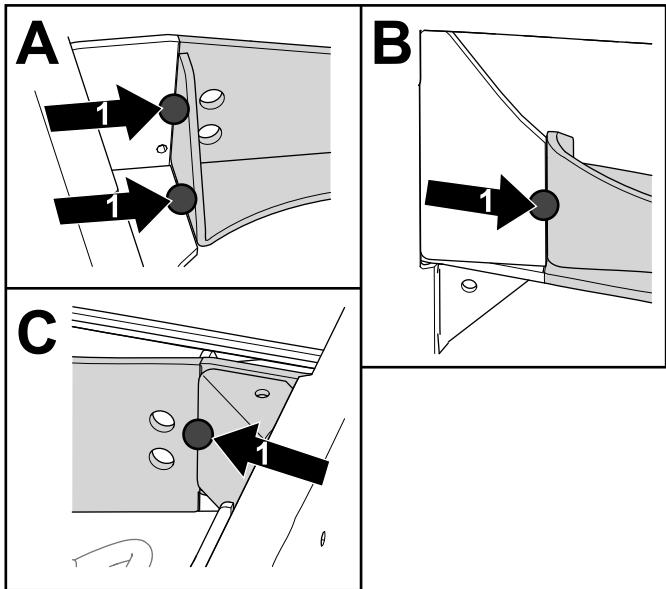

Figura 14
- Aplique soldaduras de aderência no exterior, na parte inferior e onde o suporte do canto toca no suporte do eixo para o manter no lugar (Figura 14). Repita no outro lado.